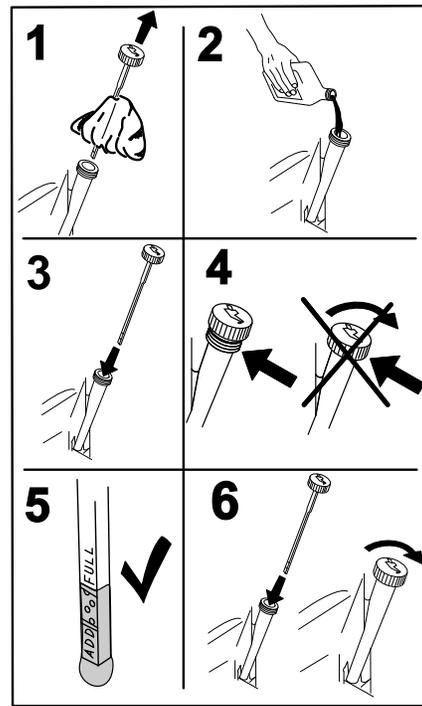

Figure 43
4. Versez lentement environ 80 % de l'huile spécifiée dans le tube de remplissage, puis faites l'appoint lentement jusqu'à ce que le niveau atteigne le repère maximum (**Full**) (Figure 43).